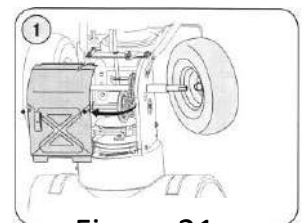

Figure 21
- b. Retirez la roue droite en retirant la vis et la rondelle-cloche qui la fixent à l'essieu. Voir la figure 21.